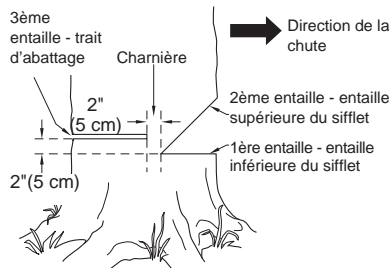

Figure 14 - Abattage d'un arbre
Un sifflet d'abattage correctement placé permet de déterminer la direction de la chute de l'arbre. Placer le sifflet d'abattage du côté de l'arbre où l'on veut qu'il tombe. (voir la Figure 14, page 62) Procéder de la façon suivante pour faire le sifflet.
1. Faire l'entaille inférieure aussi près du sol que possible. Tenir la tronçonneuse de manière à ce que la guide-chaîne soit horizontale. Tailler sur 1/3 du diamètre du tronc d'arbre (voir la Figure 14).
Exemple : Si l'entaille inférieure a 20 cm (8 po) de profondeur, commencer l'entaille supérieure à 20 cm au-dessus de cette dernière. Scier vers le bas à un angle de 45°. L'entaille supérieure doit rencontrer l'extrémité de l'entaille inférieure. (voir la Figure 14.)
- De l'autre côté de l'arbre, faire le trait d'abattage à 5 cm (2 po) au-dessus de l'entaille inférieure du sifflet (voir la Figure 14). Faire le trait parallèle à l'entaille inférieure.
AVERTISSEMENT : Ne pas scier l'arbre complètement. Laisser environ 5 cm (2 po) de bois non scié directement derrière le sifflet d'abattage. (voir la Figure 14.) Cette partie non sciée sert de charnière. La charnière empêche l'arbre de se tordre et de tomber dans la mauvaise direction.